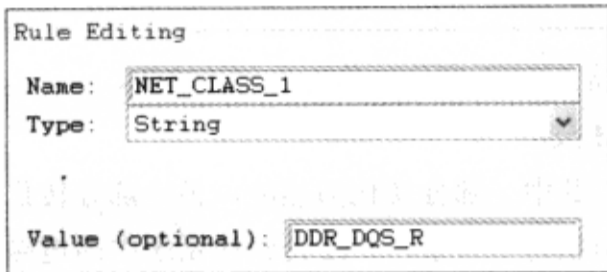

图 3-9-44 设置约束
(3) 在“Rule Editing”区域的“Name”栏中输入“NET\_CLASS\_1”，从“Type”栏选择“String”，在“Value (optional)”栏输入“DDR\_DQS\_R”，如图 3-9-44 所示。